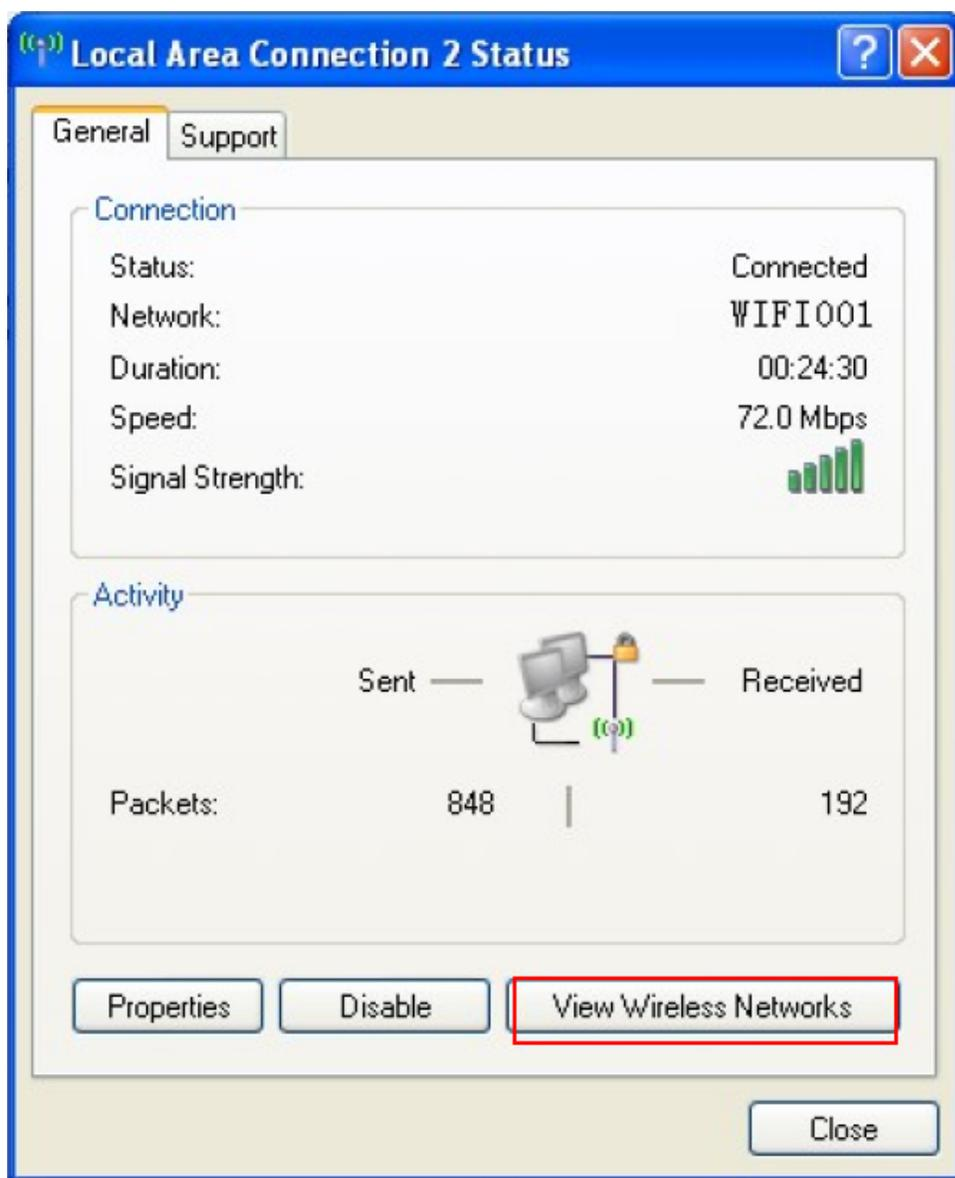
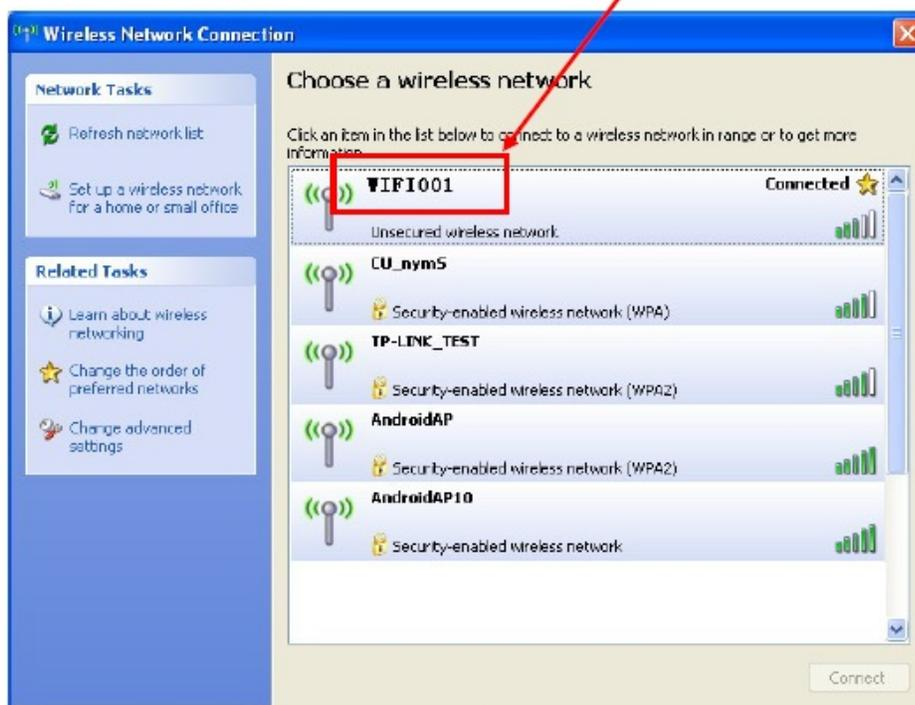

Figura 13
Figura 14
- © Cierre la ventana actual, aparecerá la caja de dialogo “Local Area Connection 2 Status” de acuerdo con la operación del paso ①, haga clic en “View Wireless Networks” (como se muestra en la Figura 13). Cuando aparezca la ventana “Wireless Network Connection” Haga doble clic en el punto de acceso actual y la conexión será deshabilitada (como se muestra en la Figura 14).